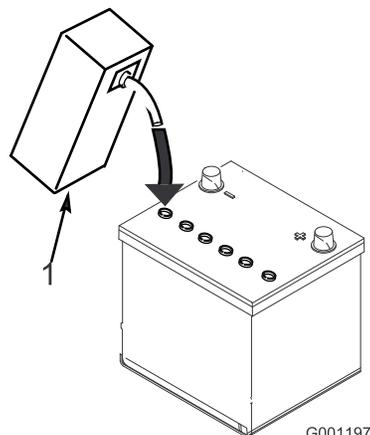

图7
3. 小心为每个电池注入电解液，直到电池极板被大约 6mm 的液体覆盖 (图7)。
4. 等待约 20 至 30 分钟，以便电解液渗透到极板内。必要时加注电解液，使电解液保持在加注井底部约 6mm 范围内 (图7)。